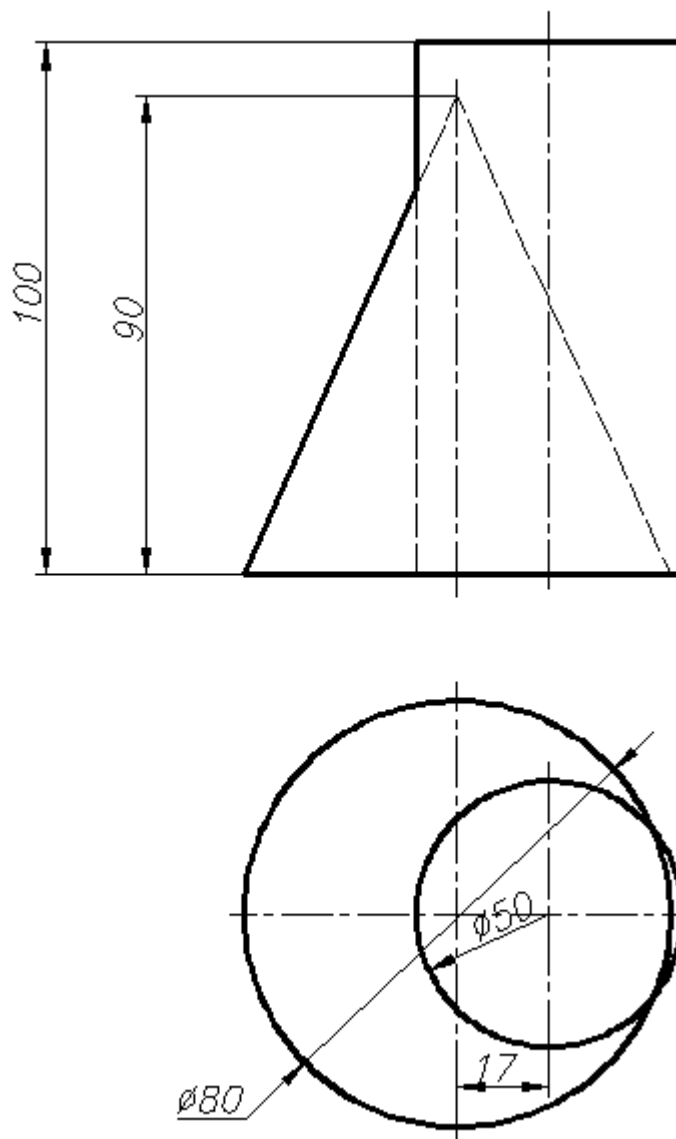

Рис. 8. Условие задачи 1
Постановка задачи 1. Построить на экране дисплея 3D-модель объекта 1 по исходным данным на рис. 8. Объект представляет собой два пересекающихся тела. Особенность: оси вращения тел параллельны друг другу.
2. В пространстве модели построить исходные 2D – изображения с рис. 8. Видимые очертания конуса выполнить светло-синим цветом на слое **Контур**, невидимые – на